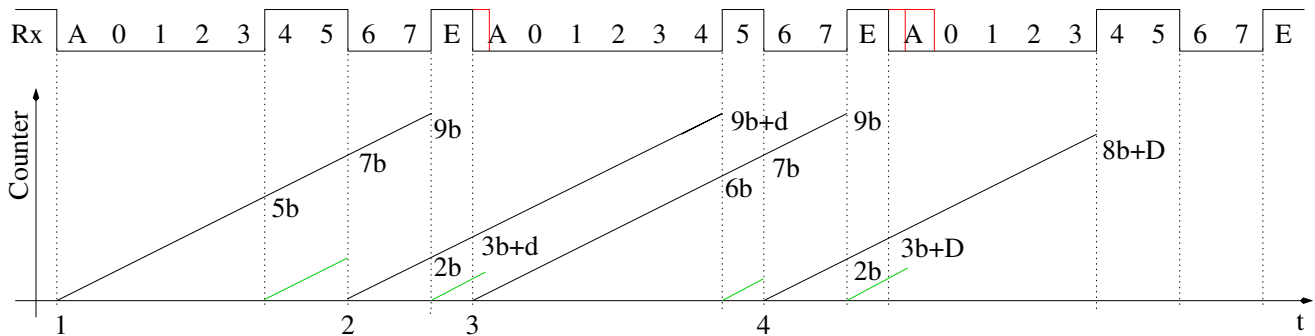

Abbildung 3.7. Mögliche Zeitmessungen für die STK_GET_SYNC Bitfolge
Wenn für die Erzeugung des Bootloaders eine Baudrate unter 100Baud angegeben wird, wird die Baudrate aus dem ersten empfangenen Zeichen automatisch ermittelt. Zum Beginn einer Übertragung mit dem STK500 Protokoll sendet der Rechner das Kommando `STK_GET_SYNC` (0x30) gefolgt vom Steuerzeichen `CRC_EOP` (0x20). Bei der seriellen Übertragung ist als Ruhezustand der High-Pegel (1) verabredet. Die Übertragung beginnt dann mit einen Start-Bit auf Low-Pegel (0). Unmittelbar darauf wird die verabredete Zahl der Datenbits (8) beginnend mit dem niederwertigsten Bit übertragen und dann die Übertragung mit einem oder mehreren Stop-Bit (1) abgeschlossen. Der Pegel jedes einzelnen Bits wird für die verabredete Baud-Zeit beibehalten. Unmittelbar nach dem Ende der Stop-Bit Übertragung kann das nächste Start-Bit folgen. Es kann aber auch eine Pause mit nicht definierter Zeit bis zur Übertragung der nächsten Bitfolge auf das Stop-Bit folgen. In der Abbildung 3.7 ist das erwartete Ergebnis für die möglichen Zeitmessungen dargestellt. Auf der Zeitachse „t“ sind vier mögliche Startpositionen für eine vollständige Zeitmessung dargestellt. Der Counter wird jeweils bei einer erkannten 1 - 0 Flanke gestartet. Die richtige Startposition für das `STK_GET_SYNC` Zeichen ist mit der „1“ markiert. Die Marken „2“, „3“ und „4“ zeigen die Situation für drei falsche Startpositionen. Bei der Marke „2“ und „4“ wird fälschlicherweise eine 1-0 Flanke in der Datenübertragung als Start-Bit angenommen. Bei der Marke „3“ wird zwar ein Start-Bit richtig erkannt, es ist aber das falsche Zeichen (`CRC_EOP`). Es können immer dann die falschen Start-Bits erkannt werden, wenn der Bootloader erst gestartet wird, wenn die Datenübertragung schon läuft. In der Abbildung 3.7 sind die erwarteten Zählerstände für die 4 möglichen Startfälle angegeben. Dabei bedeutet das „b“ den Zählerstand für ein Bit (Baud-Dauer), das „d“ steht für eine mögliche Zeitverzögerung zwischen dem Ende der Stopbit-Übertragung bis zum Beginn eines neuen Startbits. Das „D“ steht für eine zu erwartende lange Zeitverzögerung bis zum nächsten Startbit. Die Sendesequenz ist hier zu Ende und der Rechner wartet auf eine Antwort des AVR. In der Rx-Reihe sind die Datenbits von „0“ (kleinstes Bit) bis „7“ (höchstes Bit) nummeriert. Das Start-Bit ist mit „A“ und das Stop-Bit mit „E“ gekennzeichnet. Das erste Byte ist die Codierung des `STK_GET_SYNC` Kommandos und das zweite Byte die Kodierung des Steuerzeichen `CRC_EOP`.